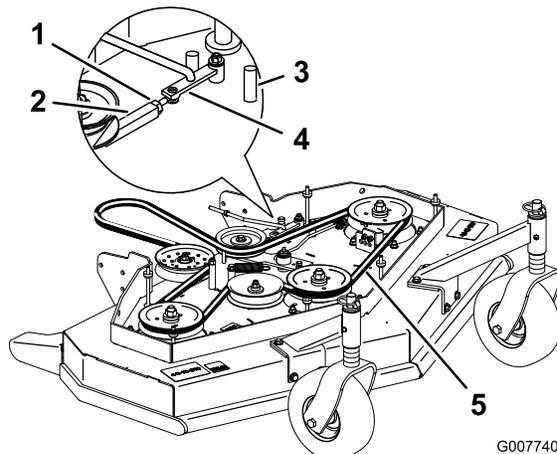

Figura 43
3. Allentate il dado di bloccaggio sul tornichetto (Figura 43).
Ruotate il tornichetto verso la parte anteriore del tosaerba per diminuire la tensione della cinghia (Figura 43).